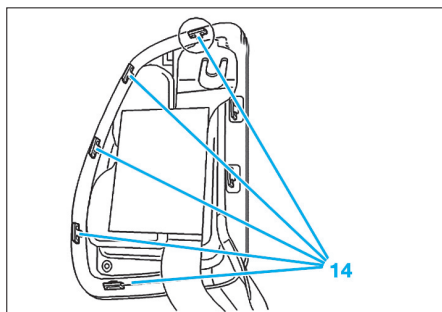

Fig. 21
- A l'aide d'une lame plate, enfoncer les ergots des 8 pattes d'accrochage (14) (Fig.21).